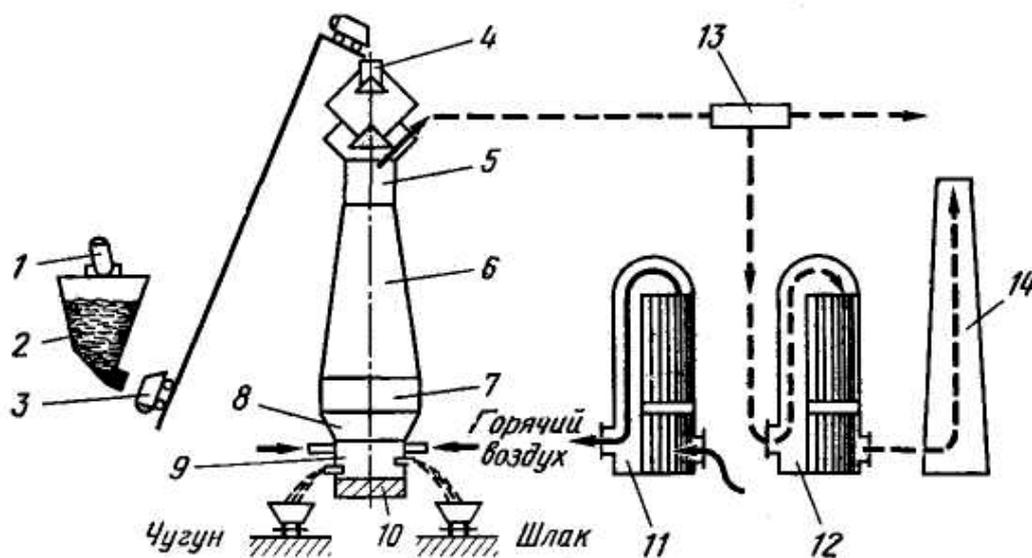

Рис. 10. Схема работы доменного цеха
На рис. 10 представлена схема работы доменного цеха, в котором получают чугун.
*Задание 3.10. Расскажите об устройстве доменной печи, используя рисунок 10.*